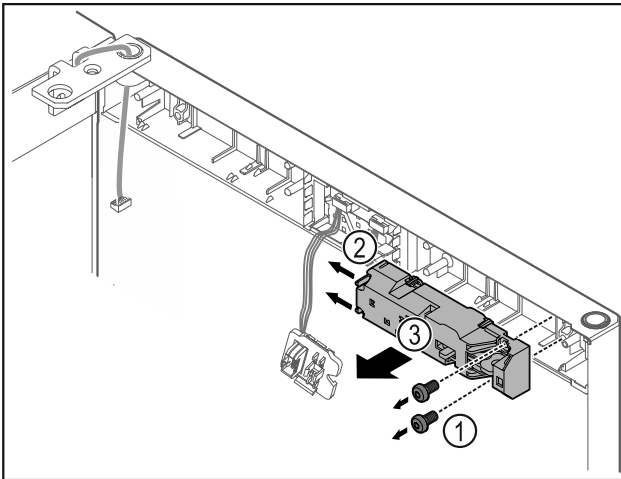

Fig. 20
- ▶ Зніміть гвинти Fig. 20 (1).
- ▶ Фіксувальний виступ Fig. 20 (2) відтиснути вбік і зняти дистанційний замок Fig. 20 (3).